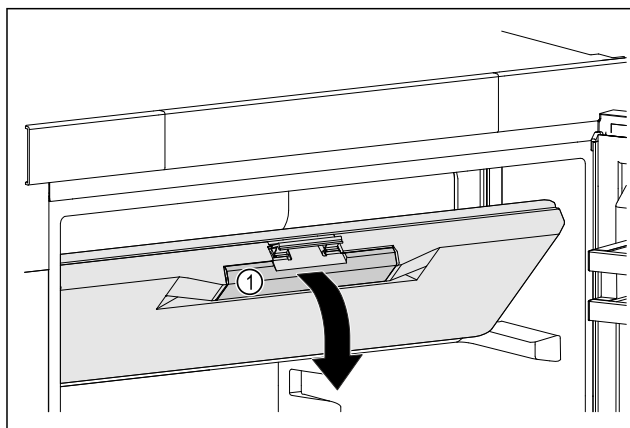

Fig. 23
- Ta tak i det innfelte håndtaket Fig. 23 (1) på døren til frysedelen.